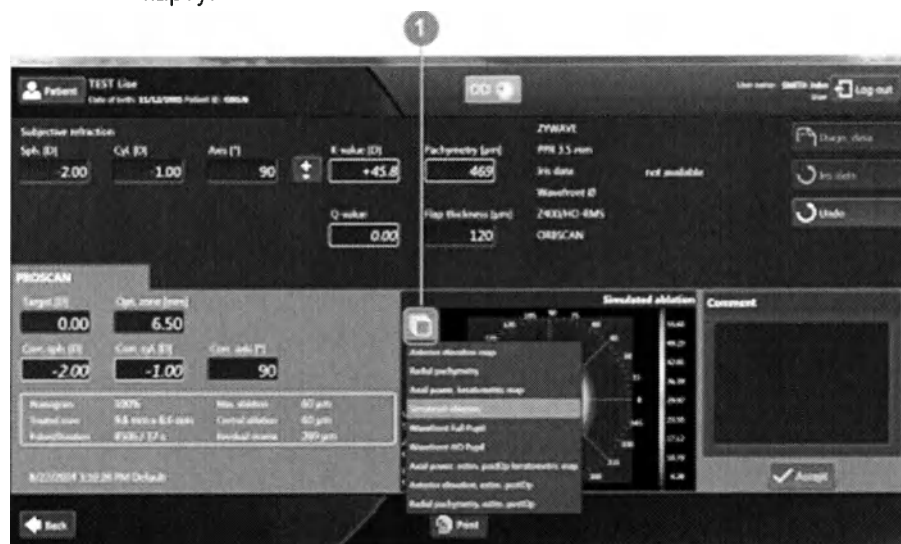

Рис. 116. Значок доступных карт
14. Для проверки расчетных корректировочных значений нажмите значок карт, чтобы вызвать детализированные карты (поз. 1 на рис. 116).